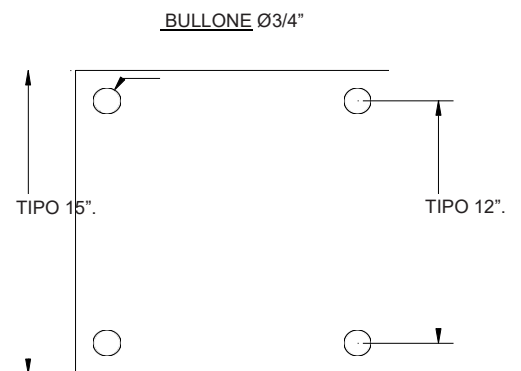

Fig. 3B. Modello di basamento quadrato
C) Forare il basamento in cemento utilizzando i fori preforati nel basamento (**Fig. 3B** o **3C**), a seconda della configurazione del proprio basamento, (utilizzare punte di trapano della misura raccomandata dal produttore dei bulloni di ancoraggio).